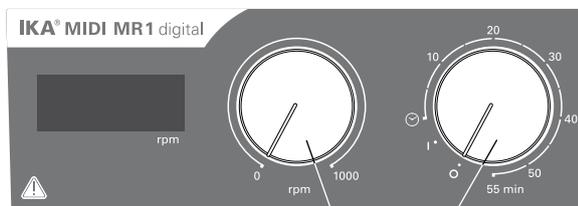

Fig. 3
- ☞ Slå på apparaten genom att vrida vridknoppen **"På/av"** och **"Timer" (B)** medurs till position **"1"**.
- ☞ Stäng av apparaten genom att vrida vridknoppen **"På/av"** och **"Timer" (B)** till position **"0"**.
- ☞ Slå på apparaten genom att vrida vridknoppen **"På/av"** och **"Timer" (B)** medurs förbi positionen **"☺"**.
- ☞ Ställ in motorvarvtalet med reglerknoppen **"Varvtal" (C)**, se Fig. 3). Motorvarvtalet kan ställas in till mellan 0 och 1000 rpm för **MIDI MR 1 digital** och till mellan 0 och 600 rpm för **MAXI MR1 digital**.